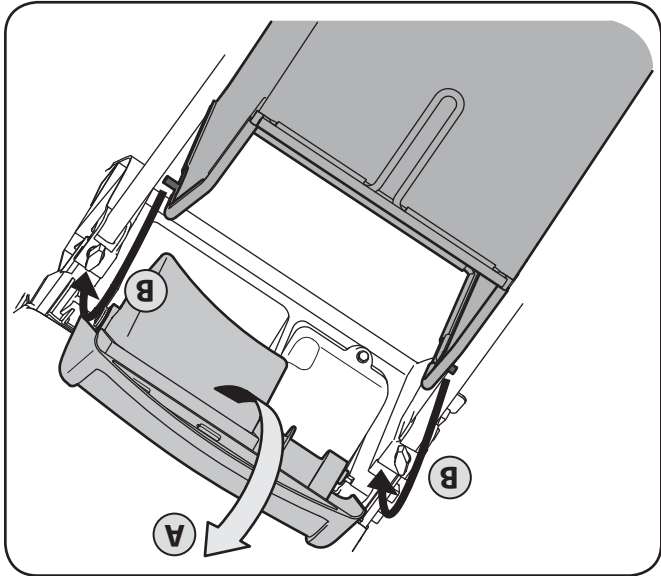

Figure 3-8
- b. Installez le sac à herbe dans les fentes aménagées dans les supports du guidon, comme à la Figure 3-8. Lâchez le clapet pour qu'il repose sur le sac à herbe. Pour enlever le sac à herbe, relevez le clapet d'éjection arrière de la tondeuse. Relevez le sac à herbe et dégagez-le des fentes des supports du guidon. Lâchez le clapet d'éjection arrière pour fermer l'ouverture sur l'arrière de la tondeuse.